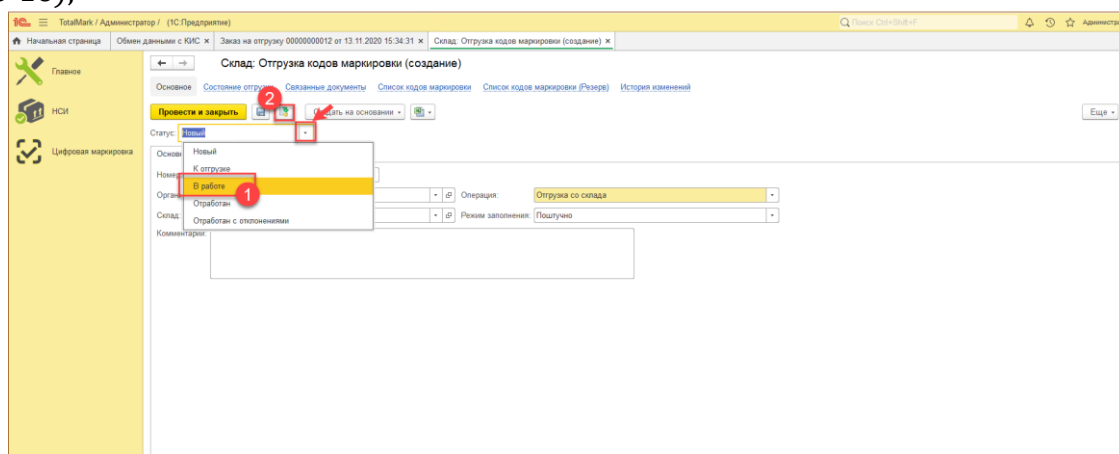

Рис. 8-16 - Создание Отгрузки в ТМ
- Далее Ответственному необходимо проставить в Отгрузке статус «В работе» (Рис. 8-16);